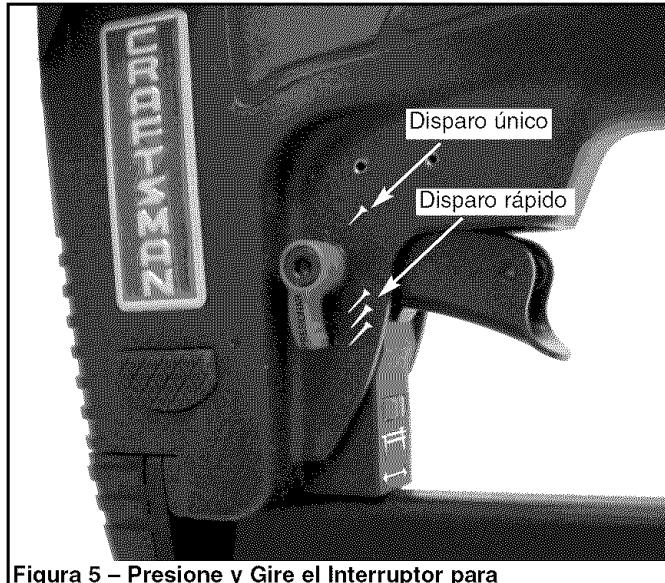

Figura 5 – Presione y Gire el Interruptor para Selecionar el Modo de Operación
- La herramienta viene equipada con un interruptor giratorio que puede ajustarse al modo de disparo rápido o al modo de disparo único (véase la Figura 5). Cuando se ajusta el interruptor en el modo de disparo único, la herramienta no impulsará un segundo sujetador hasta que se suelte el gatillo por completo y se vuelva a tirar de él.